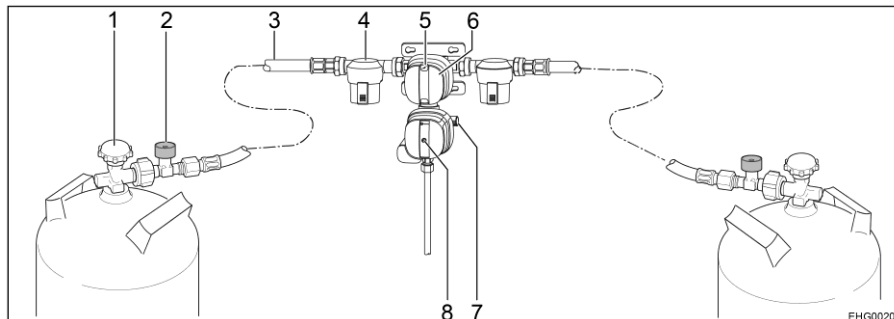

Fig. 64 Impianto di regolazione pressione gas di sicurezza DuoControl CS
L'impianto di regolazione DuoControl consiste in una valvola di commutazione e un sensore crash. L'impianto di regolazione DuoControl è montato tra i tubi flessibili per alta pressione (Fig. 64,3) con dispositivo antirottura del tubo flessibile (Fig. 64,2). Con la manopola (Fig. 64,6) sulla valvola di commutazione è possibile stabilire quale delle bombole del gas viene utilizzata come bombola in uso e quale come bombola di riserva.
Nella finestra di controllo (Fig. 64,5) viene visualizzato lo stato del rifornimento di gas:
Il sensore crash blocca l'alimentazione del gas in caso di forti vibrazioni (es. incidente). Lo stato operativo del sensore crash si riconosce dalla posizione del pulsante giallo di reset (Fig. 64,8):
- Se il pulsante giallo di reset (Fig. 64,8) è spinto in dentro, il sensore crash è pronto al funzionamento.
- Se il pulsante giallo di reset (Fig. 64,8) sporge, il sensore crash **non** è pronto al funzionamento. Per la messa in funzione, vedere di seguito.
Il dispositivo antirottura del tubo flessibile (Fig. 64,2) blocca il flusso di gas quando il tubo flessibile collegato si rompe. Il dispositivo antirottura del tubo flessibile deve essere attivato premendo il tasto verde.
- Con la manopola (Fig. 64,6) sulla valvola di commutazione selezionare la bombola del gas, da cui proviene la principale alimentazione del gas (bombola in uso). Girare la manopola fino all'arresto.
- Aprire le valvole principali di arresto (Fig. 64,1) delle bombole del gas.
- Premere per circa 5 secondi il tasto verde del dispositivo antirottura del tubo flessibile (Fig. 64,2). Nella finestra di controllo (Fig. 64,5) viene visualizzato il simbolo verde.
- Se il sensore crash è scattato (il pulsante giallo di reset (Fig. 64,8) sporge):
Spingere con forza in dentro il pulsante giallo di reset (Fig. 64,8), ruotarlo appena in senso orario e tenerlo premuto per 5 secondi. Assicurarsi che il pulsante di reset rimanga in posizione premuta ("pronto al funzionamento").
- Chiudere le valvole principali di arresto (Fig. 64,1) delle bombole del gas.
Se la spia di controllo verde (Fig. 65,6) si spegne durante il funzionamento e la spia di controllo rossa (Fig. 65,5) si accende, significa che la bombola in uso è vuota e deve essere sostituita. Nella finestra di controllo (Fig. 64,5) della rispettiva bombola del gas compare la tacca rossa. La bombola di riserva continua ad alimentare le utenze a gas.
- Ruotare la manopola (Fig. 64,6) fino all'arresto in direzione della bombola del gas attualmente in uso. In questo modo questa bombola del gas ora è la bombola in uso, mentre la bombola del gas vuota diventa la bombola di riserva. Il simbolo nella finestra di controllo (Fig. 64,5) passa da rosso a verde.
- Chiudere la valvola principale di arresto (Fig. 64,1) della bombola del gas vuota. Osservare la direzione della freccia.
- Premere il tasto verde del dispositivo antirottura del tubo flessibile (Fig. 64,2).